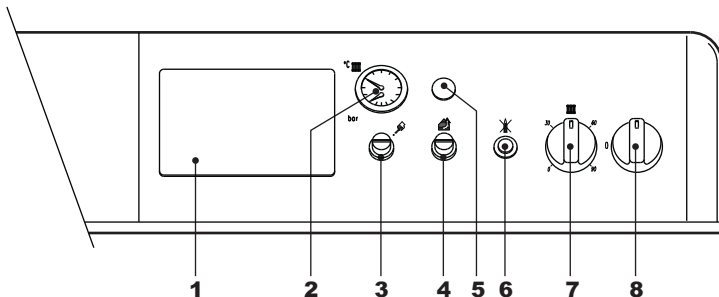

рис. 1 - Панель управления
- Переведите выключатель котла "8" в положение 1 (рис. 1).
- Если котел оборудован электронным термостатическим блоком управления, установленным в положении 1 рис. 1 на , пользователь должен также соблюдать инструкции, предоставляемые изготовителем данного блока.
Задайте с помощью термостата температуры воздуха в помещении нужную температуру внутри помещения. При поступлении команды от комнатного термостата котел включается, обеспечивая нагревание воды в системе отопления до температуры, заданной регулирующим термостатом 7 на рис. 1. При достижении в помещении желаемой температуры котел выключается.